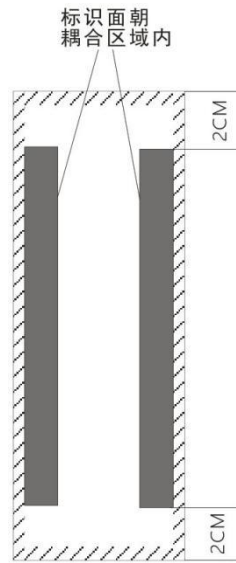

图 8.线圈耦合区域指示
- 4、线圈安装注意事项如图 8 所示，须注意耦合面，线圈气隙间及 2cm 范围内不能有金属及生物体进入。